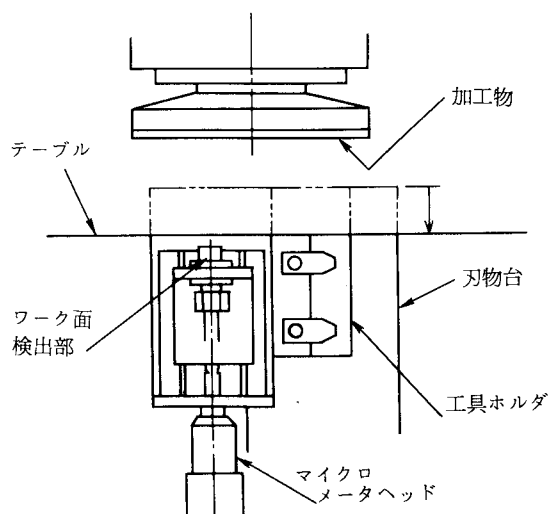

図1-4 刃物台などの位置関係
- (1) 刃物台を原点に戻す。
- ① 刃物台戻りボタン㉓を押し、リミットスイッチによって自動的に停止する位置まで刃物台を戻す (図1-4)。